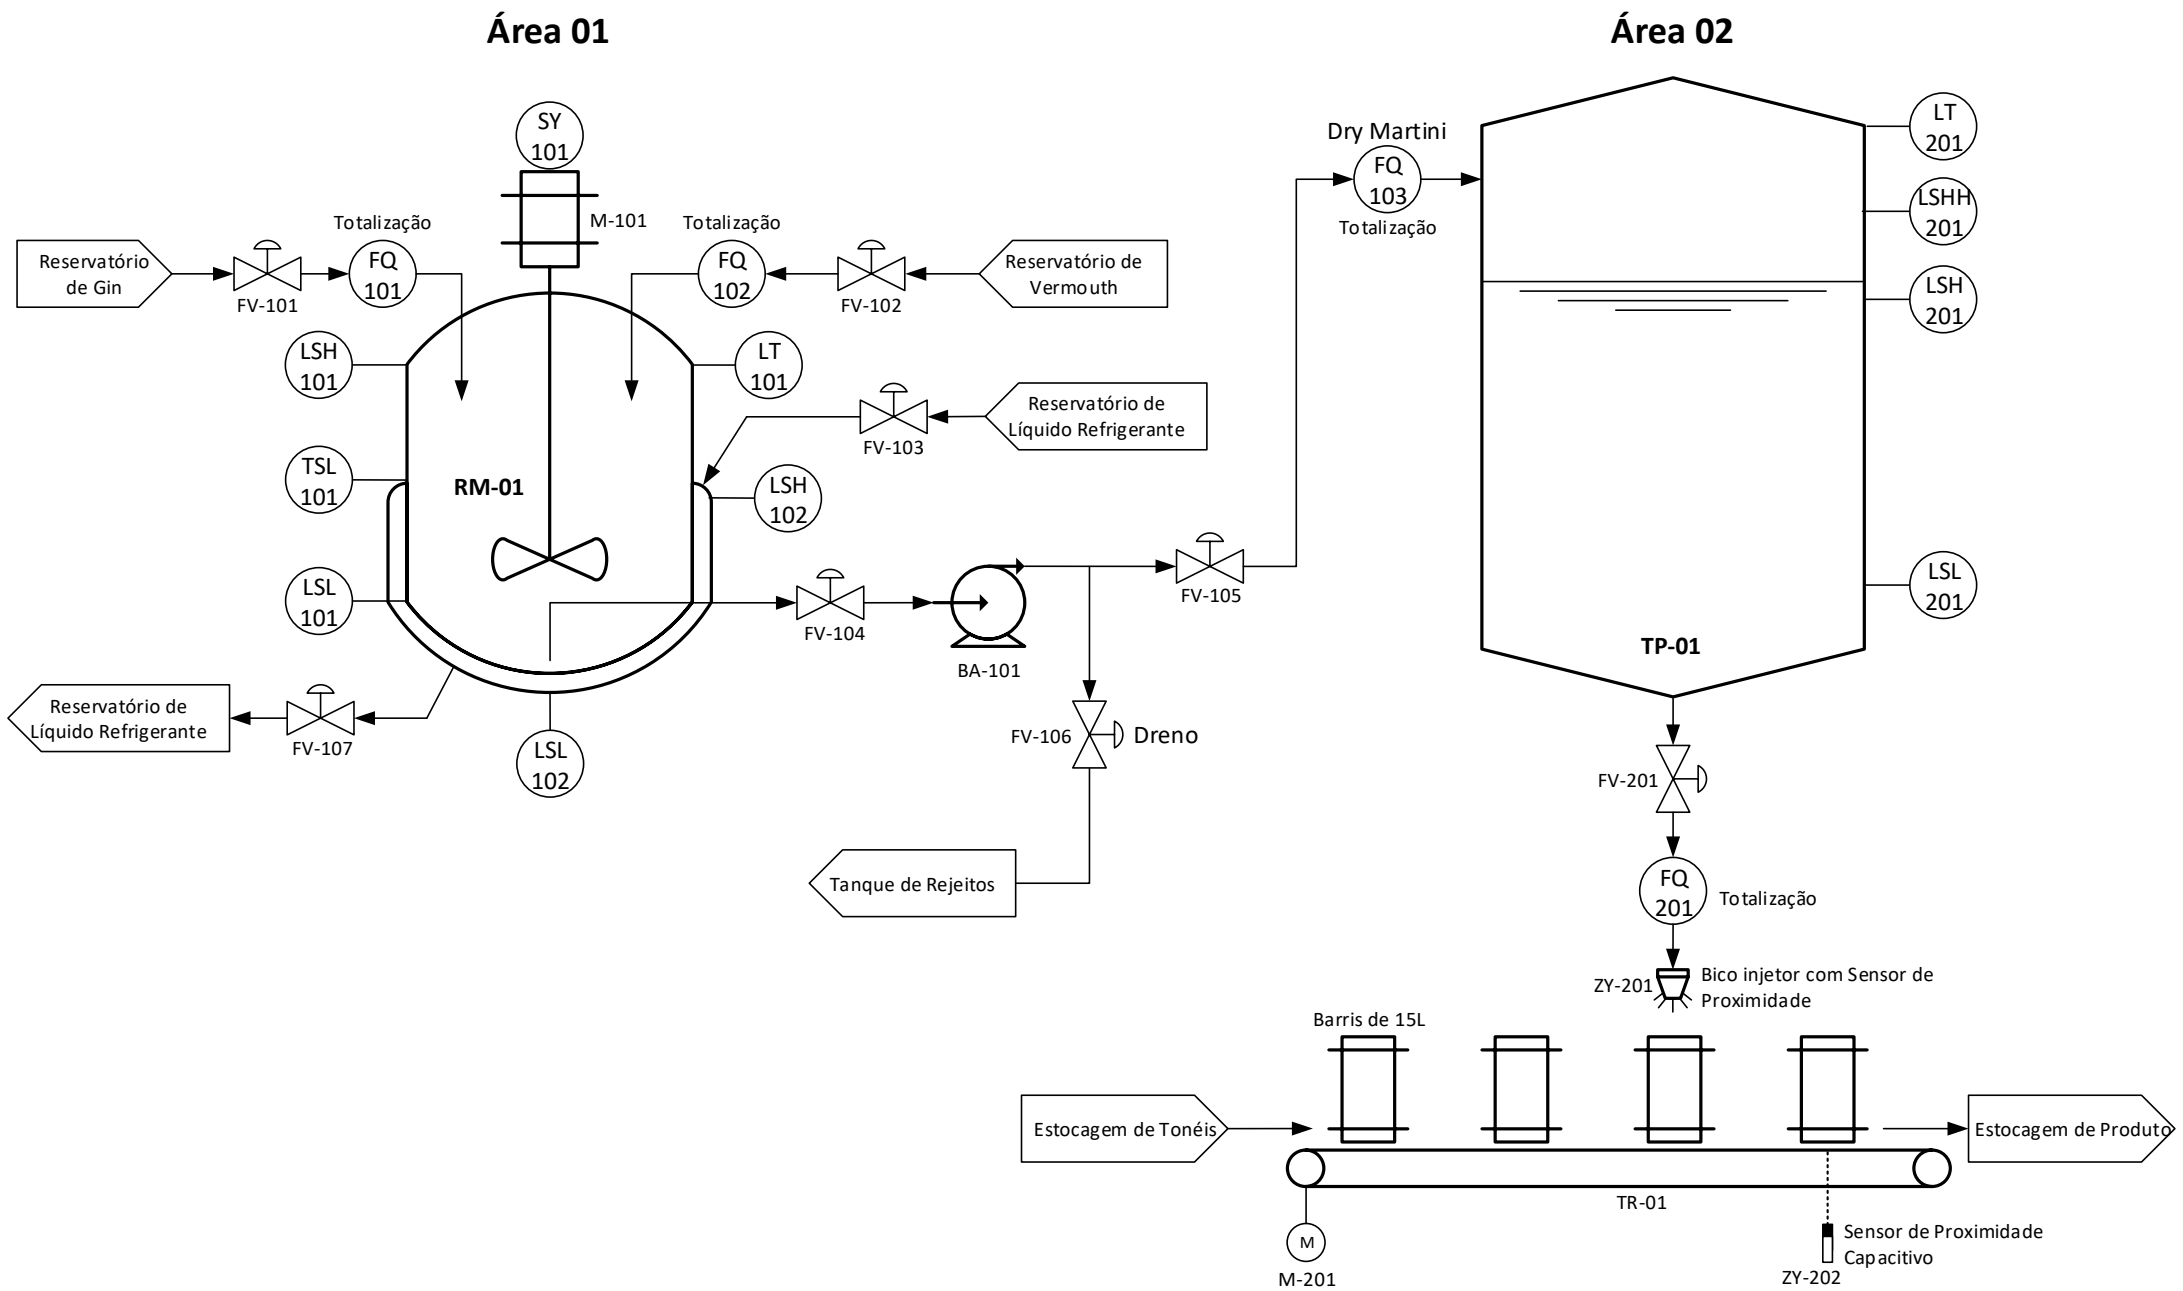

Figura 1. Fluxograma do Tanque de Produção de Dry Martini.
1. O trabalho deve ser desenvolvido em grupos de até 3 alunos e deve contemplar o desenvolvimento de um sistema de controle e automação para um processo de produção de Dry Martini, até a etapa de envase, conforme mostra a Figura 1.
2. Todos deverão utilizar o ambiente de programação IEC 61131-3 **CODESYS v3.5 SP6 Patch 1** para implementar a aplicação de controle lógico e sequencial associado ao processo descrito a seguir, conforme a descrição funcional da operação do processo apresentada na seção 2. Esta versão do CODESYS oferece uma aplicação de SoftPLC e um servidor OPC (*Object linking and embedded for Process Control*), controlado pelo **CODESYS Gateway**. A aplicação deverá considerar as recomendações do padrão IEC 61131-3 para programação de um Controlador Programável (CP) e deverá ser integrado a uma interface de operação para operação e supervisão do processo, utilizando o software SCADA **InduSoft Web Studio v8.x Educational**. Todos os links para downloads se encontram no Moodle.
Por último, o Transportador (**TR-01**) tem a função de transportar tonéis de 15L do setor de Estocagem de Tonéis para a Estocagem de Produto, ou seja, tonéis cheios de Dry Martini. O Fluxograma de Engenharia do processo pode ser visualizado na Figura 1.